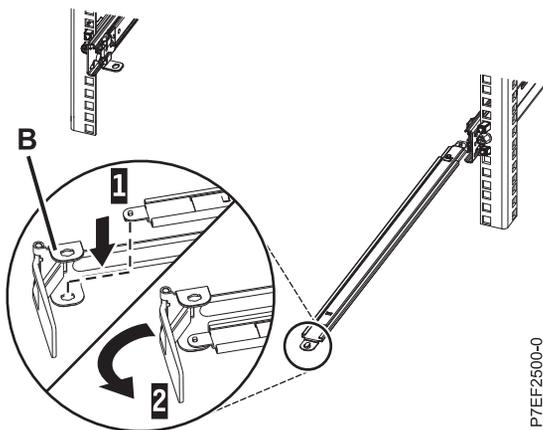

Figure 10. Fixation de l'équerre d'arrêt du bras de routage des câbles au bras de support
3. Localisez le trou situé en bas, dans l'angle interne du support d'arrêt de routage des câbles en forme de L (B). Placez l'extrémité non fixée du bras de support de sorte que le taquet de verrouillage de la face inférieure de son extrémité s'aligne sur le trou du support. Insérez la languette dans le trou (1) et tournez le support (2) pour le fixer au bras de support. Pour plus de détails, voir figure 10.